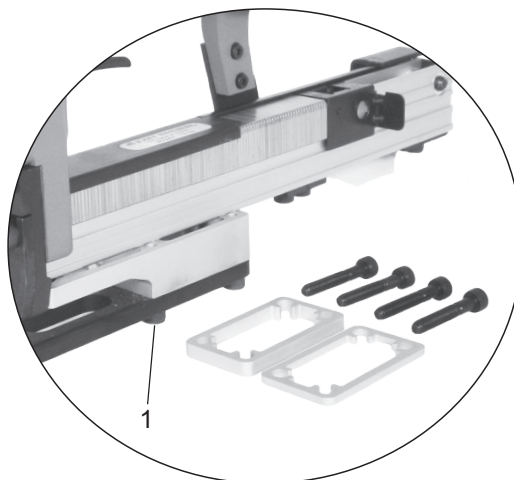

Fig. 4
- Demontera de fyra skruvarna (Fig. 4/1).